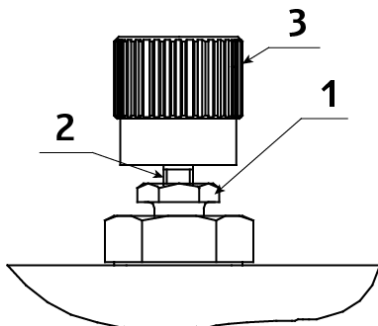

Рисунок 4.
8.2 При ежедневном техническом обслуживании производят внешний осмотр, очищают от загрязнений и пыли сухой ветошью. Проверяют целостность резиновых уплотнений стоек, в случае их повреждений - заменяют. Проверяют наличие смазки на резьбовой части вентиля 2 (рис.4), при ее отсутствии или недостаточном количестве произвести смазывание консистентной смазкой ЛИТОЛ - 24 ГОСТ 21150-87.
Нарушена герметичность уплотнения вентиля	Подтянуть прижимную втулку 2 (рис. 4)